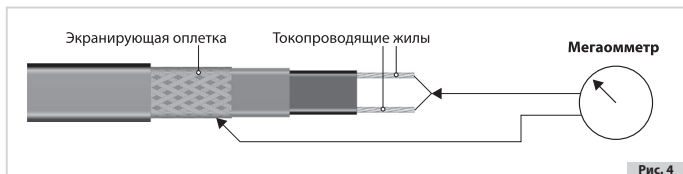

Рис. 4
4.12. **Кабели нагревательные саморегулирующиеся имеют температурно-зависимое сопротивление и данные о величине сопротивления не являются достоверным ориентиром для определения присоединённой нагрузки. По этой причине кабели нагревательные саморегулирующиеся проверяются только на сопротивление изоляции нагревательного элемента (измерение производится между токоведущими жилами и экранирующей оплёткой кабеля нагревательного) и сопротивление оболочки кабеля нагревательного (измерение производится между экранирующей оплёткой кабеля нагревательного и контуром заземления) (см. рис. 4).**